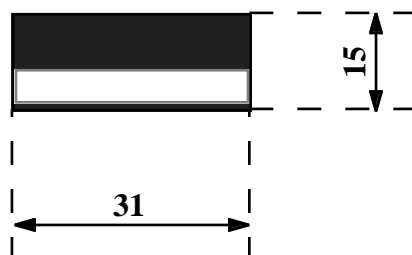

FIGURA C3: DIMENSIONI DELL'ETICHETTA DI PERSONALIZZAZIONE
- 3) Ora la tastiera é pronta per l'inserimento dell'etichetta di personalizzazione; questa deve essere introdotta, dall'alto, sfruttando l'apposita finestra presente nella parte posteriore del pannello tastiera, come illustrato nella figura seguente. Da notare che, come previsto in figura C3, le dimensioni dell'etichetta devono essere superiori a quelle della relativa finestra in modo da facilitare l'inserimento e l'estrazione.